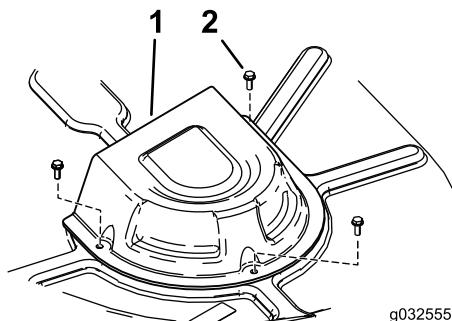

Figure 60
4. Déposez les couvercles de poulie (Figure 60).
- Reposez les couvercles de poulie (Figure 60).